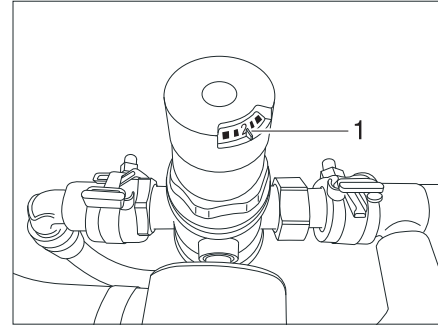

Fig. 174 Ajuste del manoreductor
- Controlar el ajuste del manoreductor de 2 bar (equipamiento con caldera) ó 3 bar (equipamiento con calentador instantáneo) (Fig. 174,1).